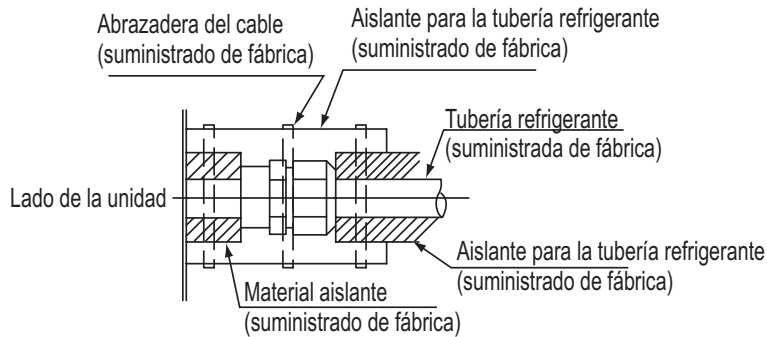

Imagen 5.3 Aislante en tubería
- (3) Después de conectar la tubería refrigerante, selle la tubería utilizando material aislante (suministrado de fábrica) como se muestra en la Imagen 5.3